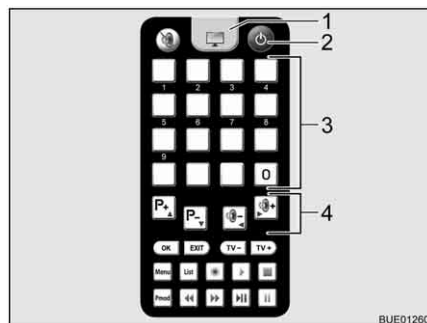

Fig. 22 Télécommande téléviseur
- Appuyer sur la touche "⊞" (Fig. 22,2) sur la télécommande du téléviseur.
- Appuyer sur la touche de la télécommande du téléviseur (Fig. 22,1) pour passer sur réception sur le téléviseur. La tonalité disparaît. Une image apparaît à l'écran.
- Choisir la station désirée au moyen des touches de mémoire (Fig. 22,3) de la télécommande du téléviseur ou des touches de fonction (Fig. 22,4).